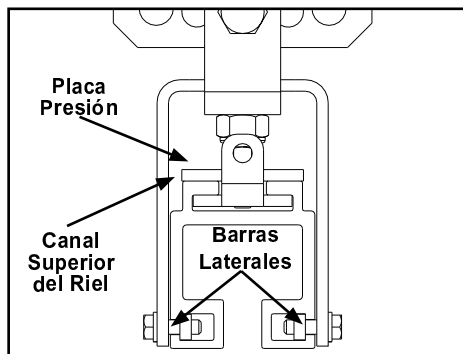

Figura 3-89
- Paso 2. Inserte cable seguridad por dos (2) pestañas en placa de presión y por orificio de placa del carro.
- Paso 3. Deslice soporte montaje de riel y las dos (2) barras de montaje laterales a los lados del riel mientras desliza placa de presión en el canal de soportes de riel del puente. Posicione en base a plano. Vea Figura 3-89.